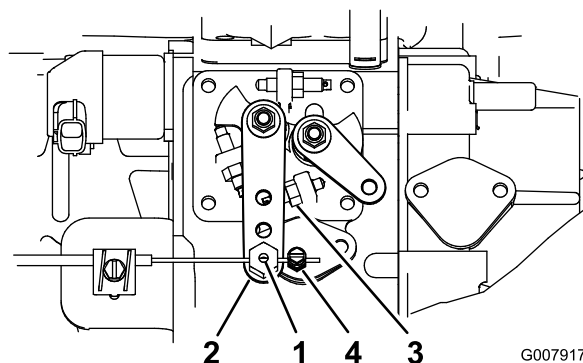

Figure 63
2. Desserrez la fixation du câble d'accélérateur sur le bras du levier de la pompe d'injection (Figure 63).
3. Maintenez le bras de levier de la pompe d'injection en appui contre la butée de régime maximum de marche à vide (Figure 63).